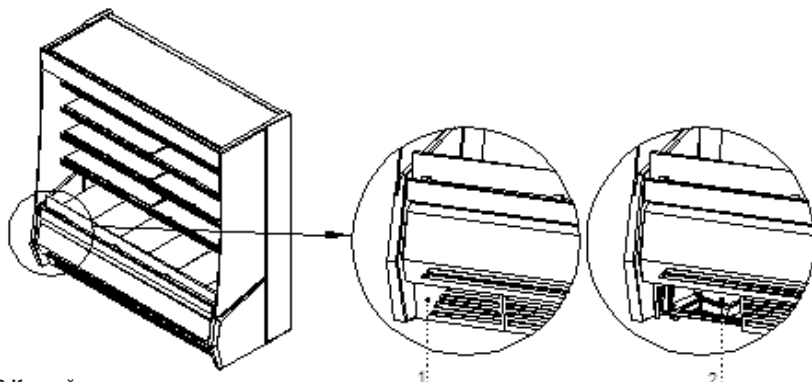

Рис.8 Контейнер для конденсата
3. (Касается оборудования с внутренним агрегатом) Подложить контейнер для конденсата под шлангом спуска воды на основании агрегата (не касается оборудования с автоматическим испарением конденсата) Рис.8 (стр.39)
Если оборудование не оснащено автоматическим испарением конденсата следует удалять конденсат из контейнера по мере его наполнения Рис.8 (стр.39). Количество (частота) удаления конденсата зависит от условий эксплуатации оборудования (в частности от влажности воздуха, количества и температуры вкладываемых продуктов).